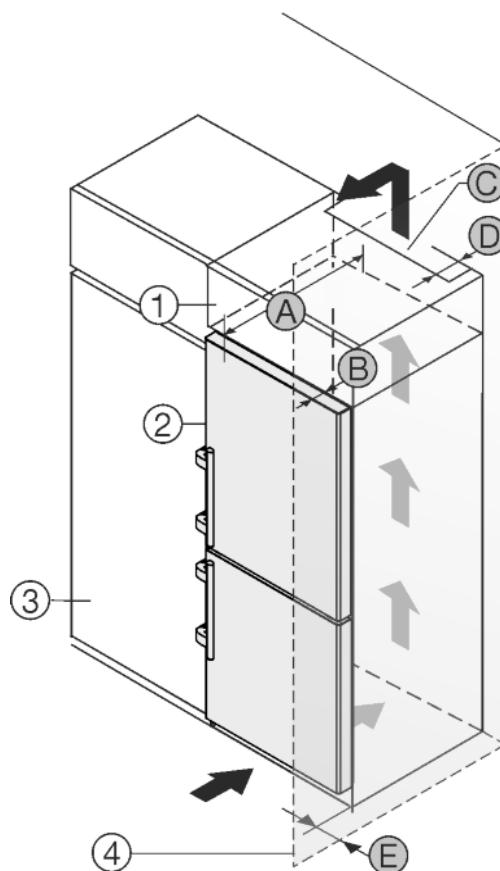

Fig. 42
Urządzenie może zostać obudowane szafkami kuchennymi. Aby dopasować urządzenie Fig. 42 (2) do wysokości ciągu szafek kuchennych, można nad urządzeniem umieścić szafkę nasadzaną Fig. 42 (1).
Urządzenie można ustawić bezpośrednio obok szafki kuchennej Fig. 42 (3). By móc całkowicie otworzyć drzwi, urządzenie musi wystawać przynajmniej o głębokość Fig. 42 (B) za front szafki kuchennej. W zależności od głębokości szafek kuchennych oraz od zastosowania elementów dystansowych urządzenie może wystawać jeszcze bardziej.
- Na tylnej ścianie szafki nasadzonej wymagany jest wydłubiony kanał wentylacyjny o głębokości Fig. 42 (D) na całej szerokości szafki.
- Pod sufitem pomieszczenia należy zachować przekrój odpowietrzający Fig. 42 (C).
Jeżeli urządzenie będzie ustawiane z zawiasami do ściany Fig. 42 (4), to pomiędzy urządzeniem i ścianą należy zachować odstęp Fig. 42 (E). Na taką odległość wystaje klamka przy otwartych drzwiach.